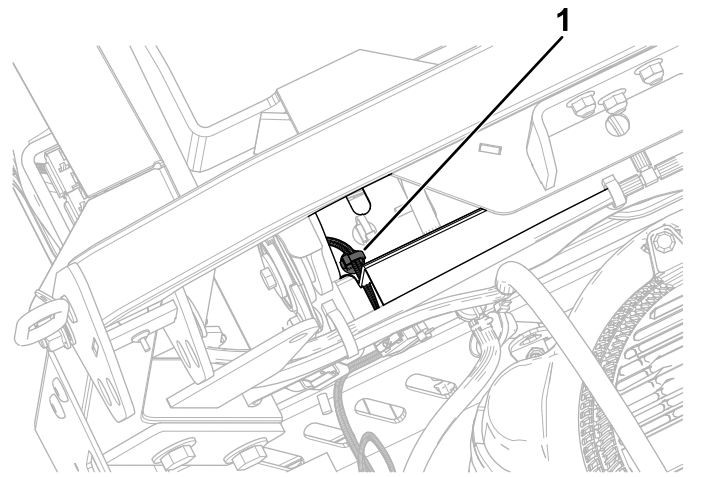

Figura 19
3. Montate il secondo dispositivo di fissaggio a pressione nella staffa posteriore del serbatoio del carburante (Figura 19).